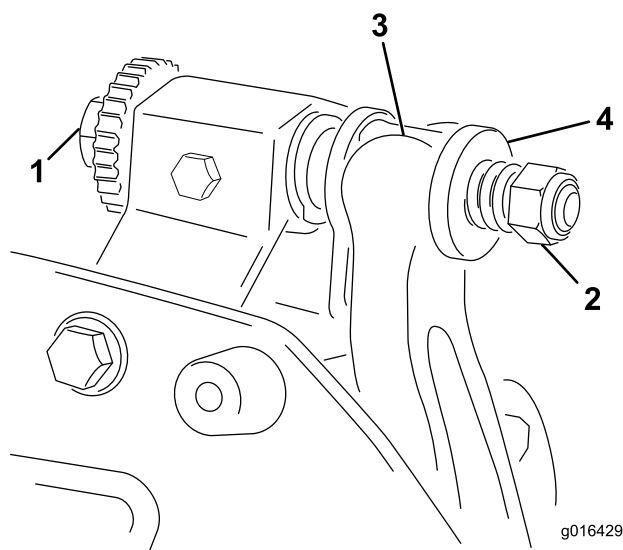

Figura 19
1. Rode o parafuso de ajuste da barra de apoio no sentido contrário ao dos ponteiros do relógio, para afastar a lâmina de corte do cilindro (Figura 19).
2. Faça recuar a porca da mola tensora até que a anilha deixe de estar sob tensão contra a barra de apoio (Figura 19).